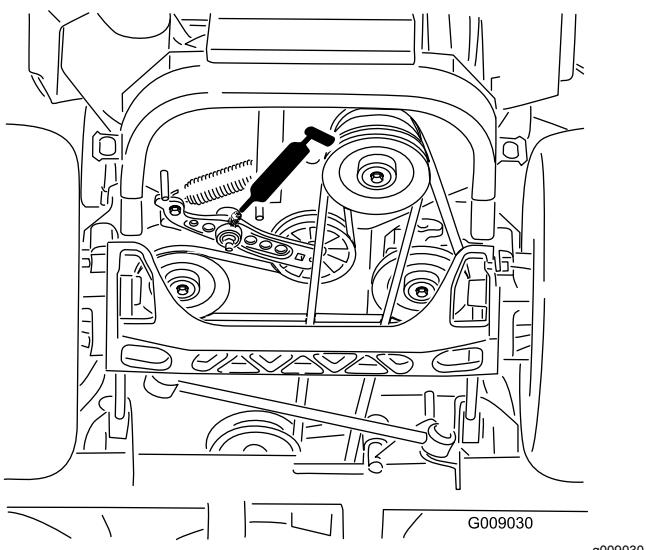

Figura 43
- Engrase el brazo tensor de la correa de transmisión (Figura 43).